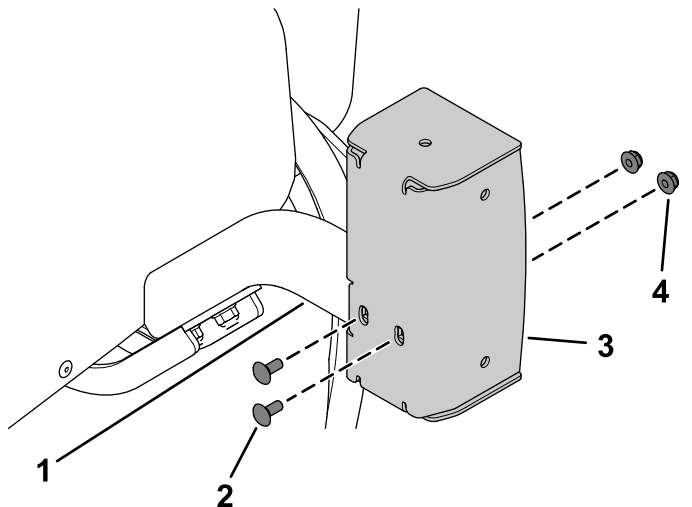

Figur 23
- Fäst det vänstra korta fästet och det högra korta eller långa fästet på vänster respektive höger fäste med fyra vagnsskruvar (5/16 x 3/4 tum) och fyra flänsmuttrar (5/16 tum) enligt Figur 23.